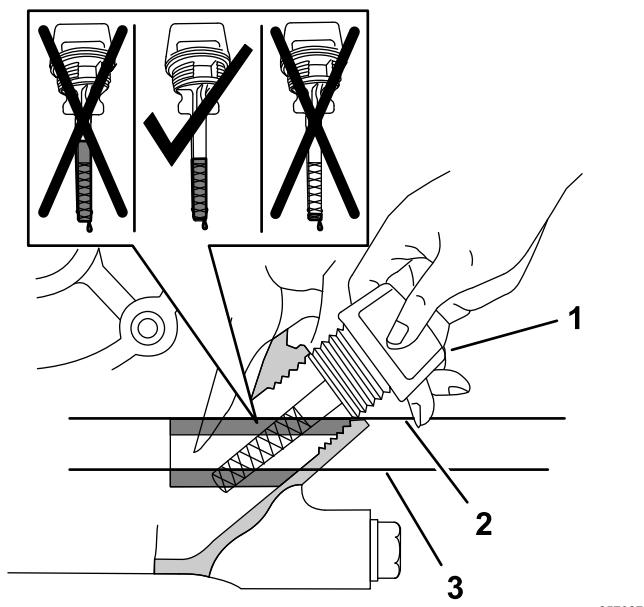

Figura 65
5. Introduzca la varilla de aceite en el motor, según se muestra en Figura 65.
6. Retire la varilla del cuello de llenado y observe el nivel de aceite en la varilla (Figura 65).
Nota: El nivel del aceite del motor debe cubrir la zona sombreada de la varilla (Figura 65).